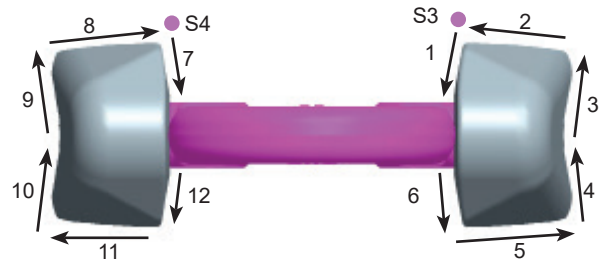

Abb. 2: Schweißreihenfolge Decklage (S = Startpunkt)
11. Beginnen Sie am Startpunkt S3 und schweißen Sie in der Folge die Abschnitte 1 - 6 (Abb. 2).